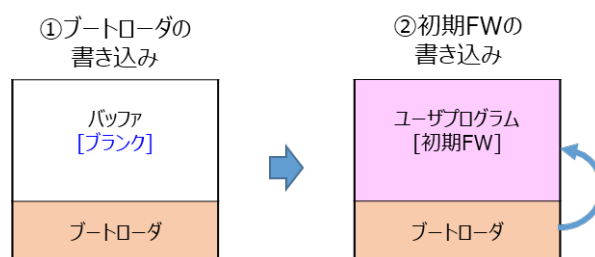

図 1-8 全面書き換え方式のファームウェアアップデートの初期設定
全面書き換え方式の初期設定の動作を図 1-8 に示します。
この 2 種類の初期ファームウェアをフラッシュライタ等で書き込むことで、図 1-8 の①または②の状態にすることができます。どちらから開始するかはお客様のシステムに合わせて選択してください。初期ファームウェアの詳細に関しては、5.4 と 5.5 を参照してください。